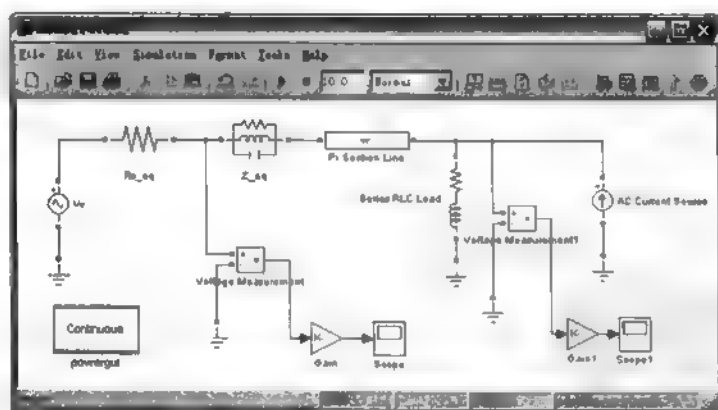

图 14.21 添加 AC Current Source 模块后的模型图
(1) 将模型 model14to01.mdl 另存为 model14to02.mdl。
(2) 如果要测量 A 点阻抗与频率之间的关系, 还必须在模型中添加一个电流源作为状态模型的二次输入。从 Electrical Sources 模块库中复制 AC Current Source 模块到模型中。
(3) 将 AC Current Source 模块与 A 点连接起来, 如图 14.21 所示。